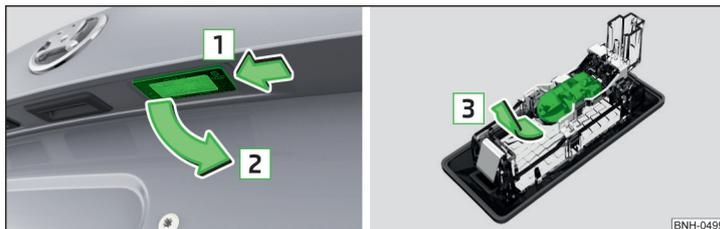

Fig. 159 Desmontar la luz de la matrícula / cambiar la bombilla
- Empujar la lámpara en la dirección de la flecha **1** » fig. 159.